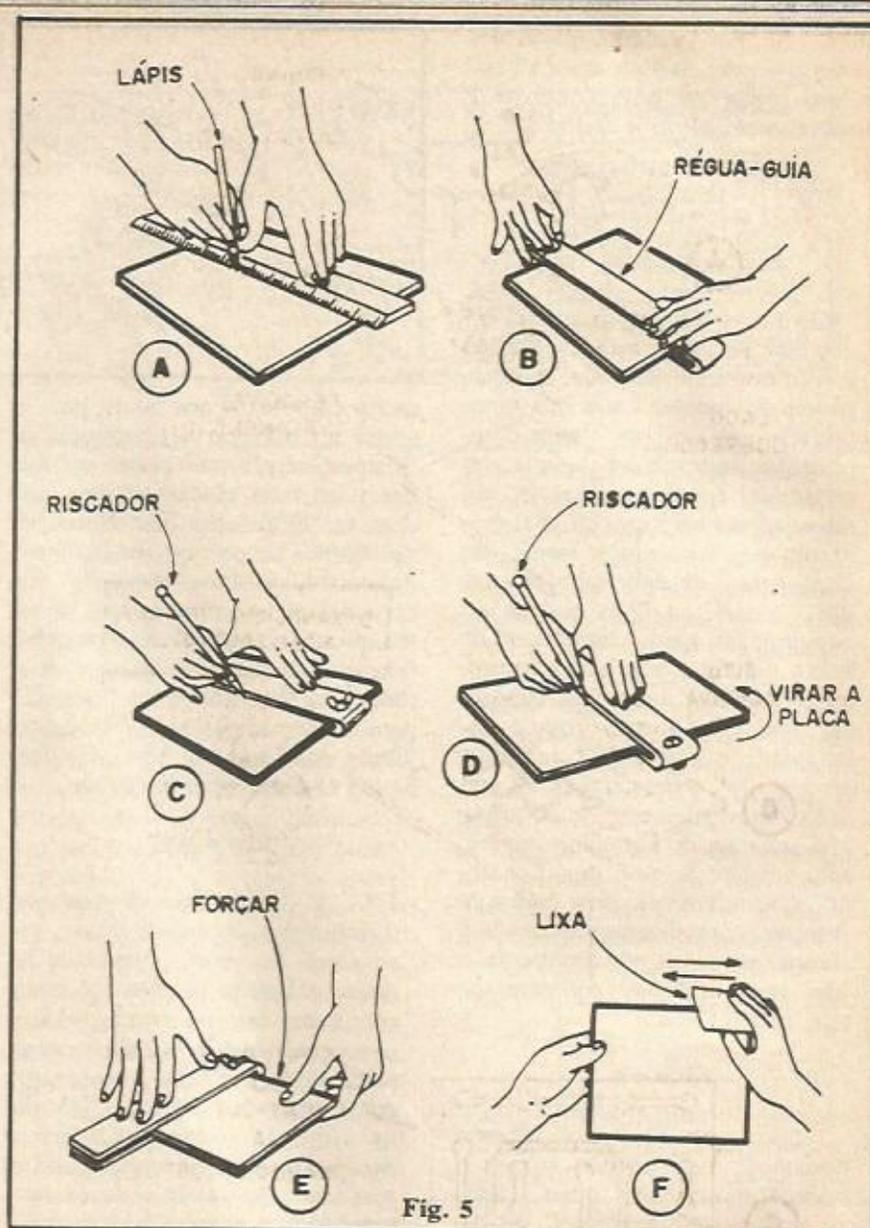

Fig. 5
- FIG. 5-A - Antes de efetuar o corte, obviamente as dimensões requeridas devem ser marcadas sobre a placa, usando para isso uma régua comum, e lápis (o grafite "pega" bem, tanto sobre a face de fenolite, quanto sobre a face cobreada).
- FIG. 5-B - A **RÉGUA-GUIA**, dupla deve então ser presa à placa, referenciando sua posição pelos riscos a lápis previamente feitos (fig. 5-A). A placa fica entre os dois "braços" da **RÉGUA-GUIA** e apertando-se a borboleta de fixação, imobiliza-se rigidamente a placa no meio do "sanduíche".
- FIG. 5-C - Usando o riscador de ponta de aço (fig. 4), 3 ou 4 passadas, bem firmes, devem ser feitas, usando a **RÉGUA-GUIA**, obviamente, como guia...
- FIG. 5-D - Sem remover a **RÉGUA-GUIA** da sua posição previamente fixada, a placa deve ser virada, repetindo-se a operação de riscagem (3 ou 4 passadas, bem firmes), pelo outro lado.
- FIG. 5-E - Apoiando firmemente o conjunto (placa/**RÉGUA-GUIA**) junto à borda de uma mesa, basta forçar a placa que ela se partirá "seguindo" o nosso risco previamente feito com o marcador de ponta de aço.
- FIG. 5-F - Separado o pedaço da